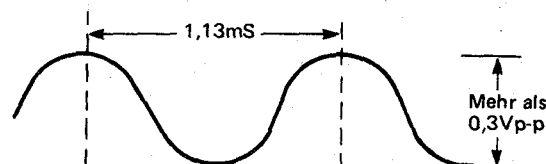

Abbildung 86.
2. Die Ausgabe des TP-717 beobachten und prüfen, daß seine Werte den in Abb. 86 gezeigten entsprechen.